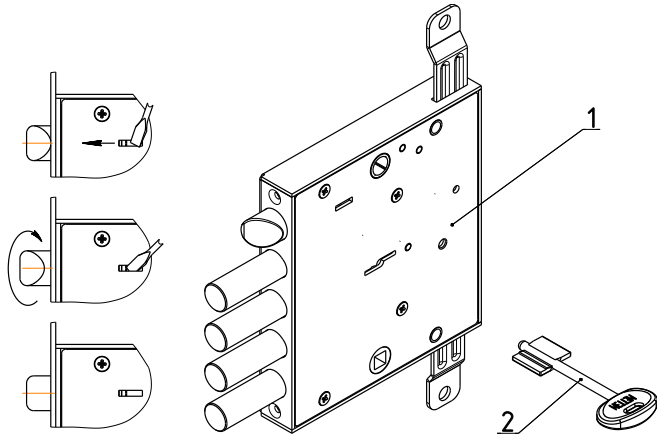

Рис.1
Комплектность замка приведена в таблице и показана на рис. 1.
4.2. Установить при необходимости защелку в соответствующее положение для правой или левой двери путем ее выдвижения из корпуса отверткой через отверстие в крышке замка и разворота на 180° вокруг своей оси (см. рис.1).